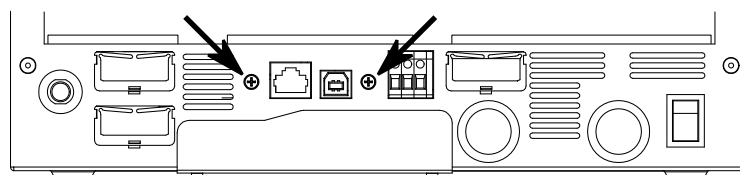

Abbildung 3: Schraubstelle der Kommunikationskarte
3. Entfernen Sie die Kommunikationsbaugruppe, indem Sie die beiden Schrauben an der Unterseite des Wechselrichters wie in *Abb. 3* gezeigt entfernen und dann die Kommunikationsbaugruppe nach oben herauschieben. Diese Schrauben werden später benötigt.